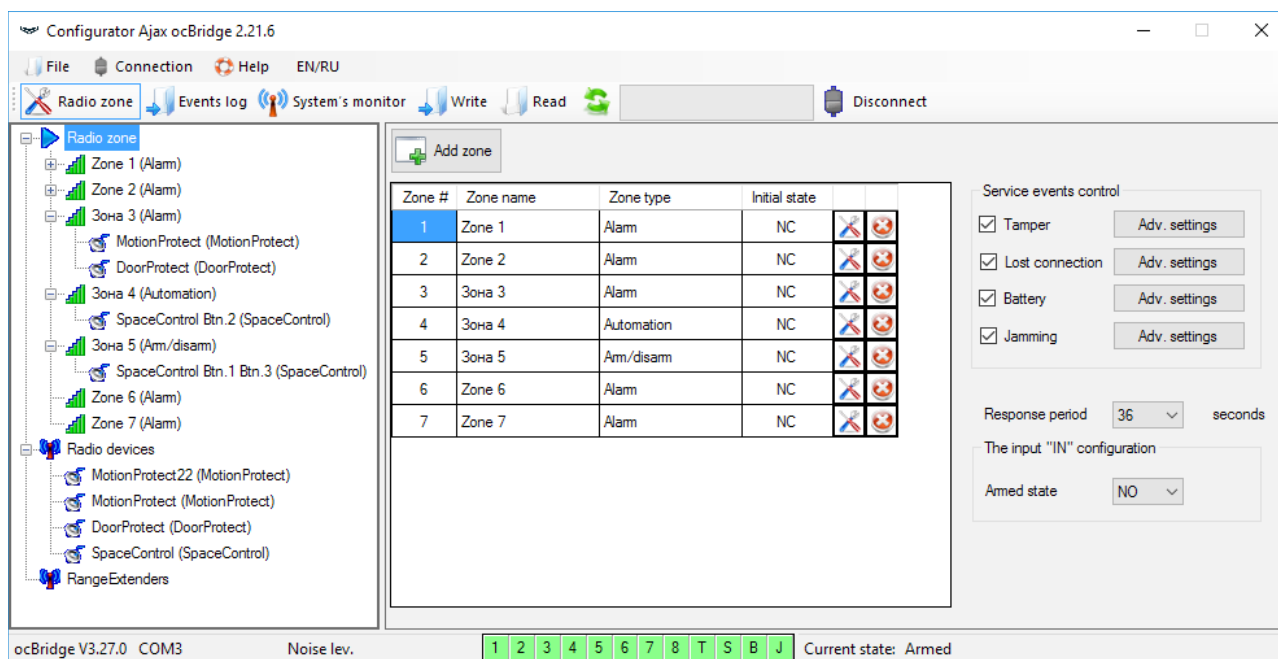

Abb. 11. Alle verbundene Melder
4. Auf der Seite "**Radio Zones**" (**Alle verbundene Melder**) (Abb. 11) können die erforderlichen Erfassungszonenbereiche erstellt, die dazugehörigen Sensoren und Geräte zugeordnet (siehe **Sensorhandhabung**) und die zusätzlichen Funktionsparameter für Sensoren, Geräte und Zonen festgelegt werden (**Anschluss an die Zentraleinheit**).